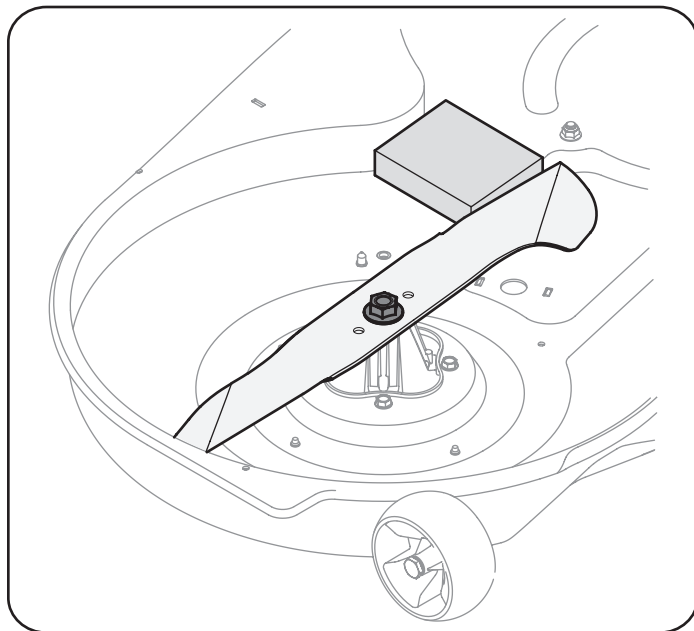

Figura 29
- Coloque un bloque de madera entre el deflector del alojamiento central de la plataforma y la cuchilla de corte para que actúe como estabilizador. Consulte la Figura 29.
3. Extraiga la tuerca de brida hexagonal que asegura la cuchilla al montaje del husillo. Consulte la Figura 29.